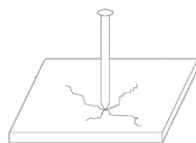

Рис. 2.3
- Если основание треснуло или раскололось – оно слишком хрупкое. Осколки могут серьезно травмировать Вас и окружающих. Также может произойти сквозной прострел материала основания, что приведет к серьезным травмам или смерти. Основание не подходит для использования технологии прямого монтажа (Рисунок 2.3).